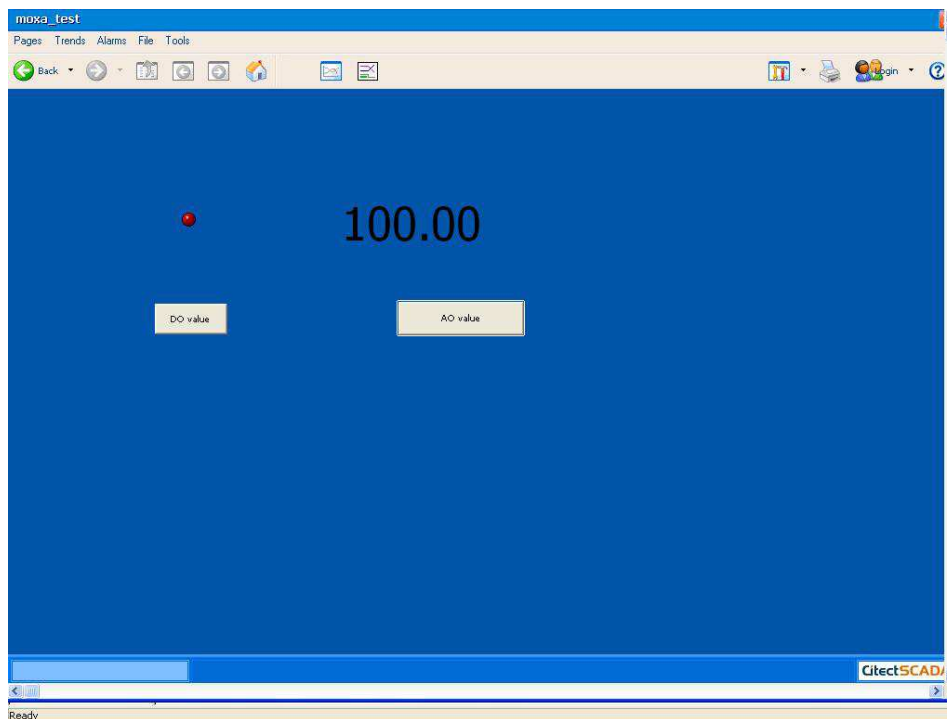

Рис. 15
2.13 Результат представлен на Рис. 15